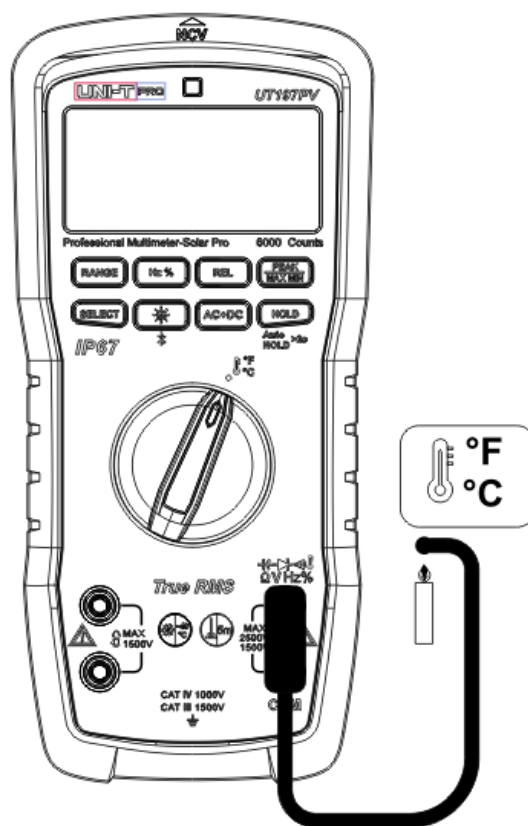

Рисунок 15
12. Измерение температуры (рисунок 15)